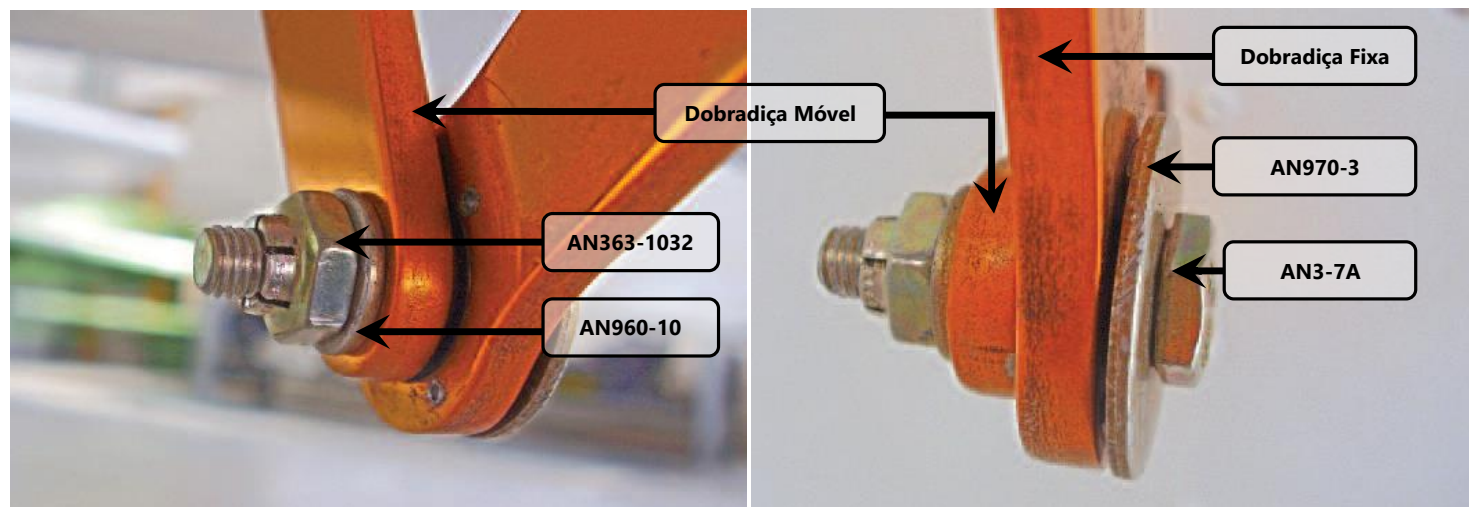

Figura 57.60.5 - Fixação nas dobradiças.
6. Instalar os três parafusos AN3-7A, e demais hardwares mostrados na figura 57.60.5. Utilizar uma chave combinada de 3/8" e um catraca com cachimbo de mesmo tamanho;